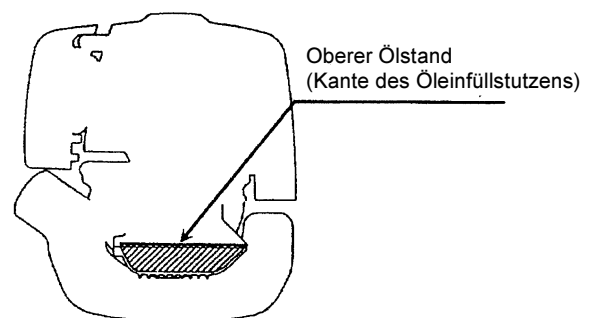

Abb.2
2) Öl bis an den Oberrand des Öleinfüllstutzens einfüllen. (Beziehen Sie sich hierzu auf die Abbildung 2 auf der vorhergehenden Seite)